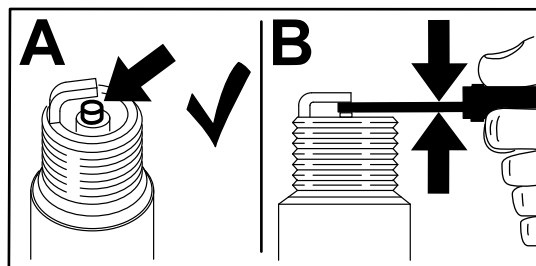

Figure 62
4. Localisez et retirez la ou les bougies comme montré à la Figure 62.